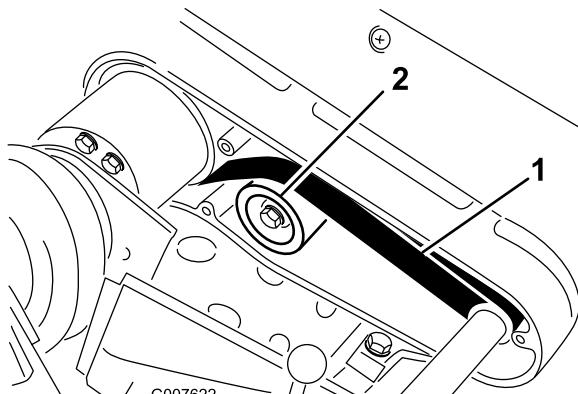

Figura 39
- Allentate il dado di fissaggio della puleggia tendicinghia e ruotate la puleggia in senso orario verso il retro della cinghia, fino a ottenere la tensione desiderata (Figura 39).
- Controllate la tensione premendo la cinghia al centro tra le pulegge (Figura 39) con una forza di 22–26 N.